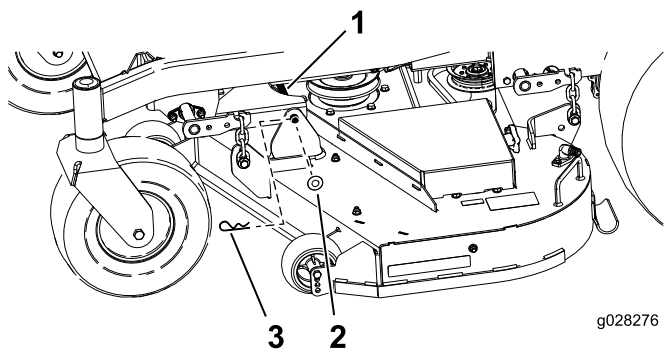

Figure 63
5. Retirez la goupille fendue et la rondelle qui fixent la barre de liaison au cadre et au tablier, et enlevez la barre de liaison (Figure 63).
- Fixez la barre de liaison avec les goupilles fendues et les rondelles retirées précédemment (Figure 63).